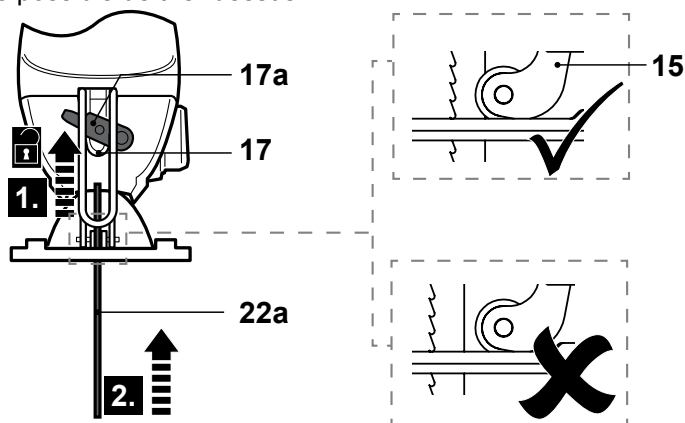

Fig. 1
- > Appuyer sur le levier [17a] et le maintenir en position (Fig. 1, étape 1).
- > Insérer la lame de coupe requise [22a, 22b] dans le logement pour outil [17] jusqu'à atteindre la butée (Fig. 1, étape 2). S'assurer que le bord de la lame longue bien le guide-lame [15].